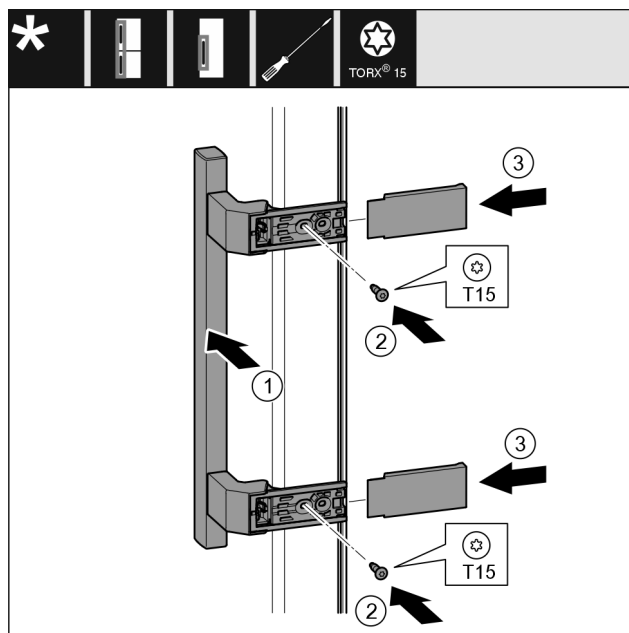

Fig. 36
- Nasad'te madlo Fig. 36 (1) na protilehlé straně.
- Šroubovákem šrouby Fig. 36 (2) pevně utáhněte.
- Kryty Fig. 36 (3) bočně nasad'te a nasuňte.